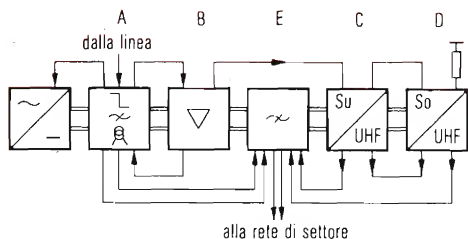

Fig. 8 - Schema a blocchi di una stazione amplificatrice di settore alimentata a distanza con convertitori per canali speciali.
Le stazioni amplificatrici di servizio o di settore (fig. 8), che si trovano lungo le reti di linea secondarie, hanno il compito di alimentare un determinato settore (ossia una determinata rete con le prese d'utenza). Tutti i segnali in arrivo, pertanto, vengono inviati dapprima ad un amplificatore a banda larga (B) attraverso un demiscelatore di banda (A). Questo demiscelatore contiene un gruppo equalizzatore intercambiabile con cui è possibile portare l'attenuazione del cavo a monte dell'amplificatore di settore ad un valore uguale per tutte le frequenze. Il demiscelatore consente inoltre di prelevare i segnali LMK (< 20 MHz) o la tensione d'alimentazione dal conduttore in arrivo. La potenza d'uscita dell'amplificatore a banda larga VHF viene normalmente convogliata su due linee di servizio di utenza.